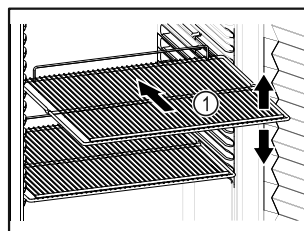

Fig. 71 Példaként szolgáló ábrázolás
- Ha a tároló rácsok Fig. 71 (1) áthelyezhetőek, akkor igazítsa be őket a kívánt magasságnak megfelelően.